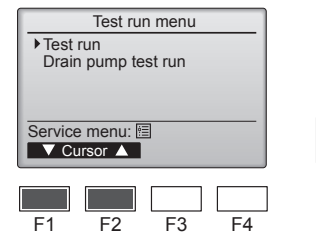

Fig. 7-2
- ② У меню «Test run menu» (Тестовий прогін) виберіть пункт «Test run» (Тестовий прогін), а потім натисніть кнопку [ВИБРАТИ]. (Fig. 7-2)
- ③ Почнеється виконання тестового прогону, а екран «Test run» (Тестовий прогін) і надалі демонструватиметься на дисплеї.